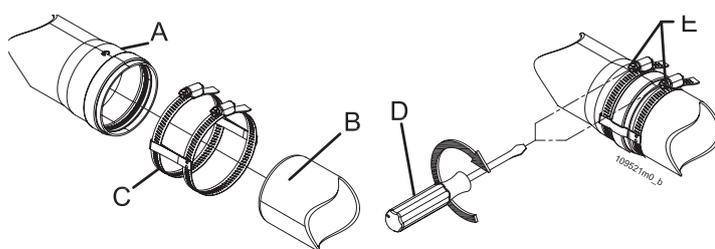

Figura 5-23 - Fijación de los conductos de evacuación y de aspiración
**!!!ATENCIÓN!!!** Fije mecánicamente los encastres entre los distintos elementos que forman el conducto de evacuación y de aspiración, utilizando sistemas de fijación o sistemas equivalentes. Véase la figura 5-23.